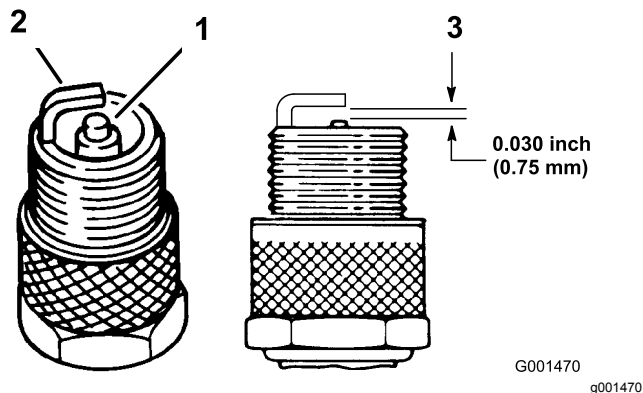

Figura 23
1. Veja a parte central das velas de ignição (Figura 23). Se verificar uma cobertura castanha ou cinzenta no isolante, o motor está a funcionar corretamente. Uma cobertura preta no isolante indica que o filtro de ar está sujo.
2. Verifique a folga entre os eletrodos central e lateral (Figura 23). Dobre o eletrodo lateral (Figura 23) se a folga não for a correta.
3. Ligue os cabos às velas de ignição (Figura 23).